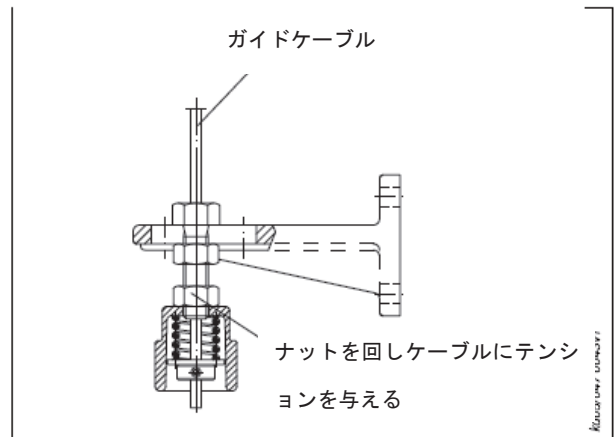

図20 スプリングテンショナーにガイドケーブルを固定する場合
- 2個目のナットをガイドケーブルがピンと張るまで回します（図20）